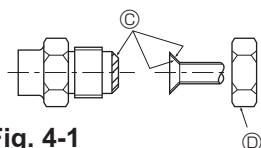

Fig. 4-1
Ⓐ (Fig. 4-1)
4.2. Соединение труб (Fig. 4-1)
- Нанесите тонкий слой масла хладагента на контактную поверхность труб и соединений перед тем, как затягивать гайку с фланцем. ④
- Для затягивания трубных соединений используйте два гаечных ключа. ⑤
- Нанесите машинное масло охлаждения на всю поверхность области присоединения мунфты. ⑥
- Используйте гайки раструбного стыка для следующего размера трубы. ⑦